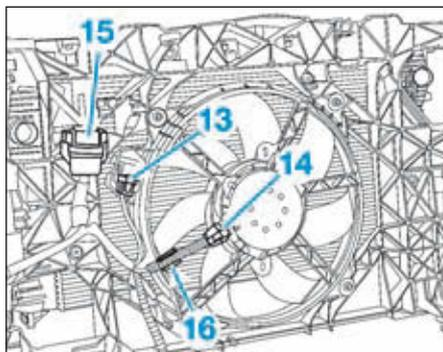

FIG.84
- le connecteur de la résistance du groupe motoventilateur (13) (Fig.84),
- le connecteur du groupe motoventilateur (14).
- le boîtier relais (15),
- le faisceau du groupe motoventilateur (16).